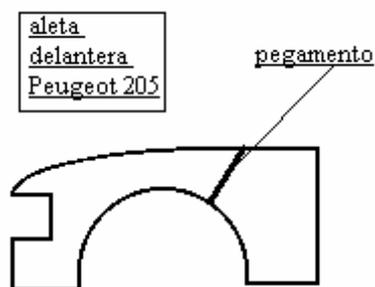

figura 3
1.4.- Por pegamento flexible.- Para hermeticidad al agua, lo encontramos en las aletas traseras de pequeños polivalentes y en las delanteras del Peugeot 205 (¡ojo!), como se ve en la figura 3: